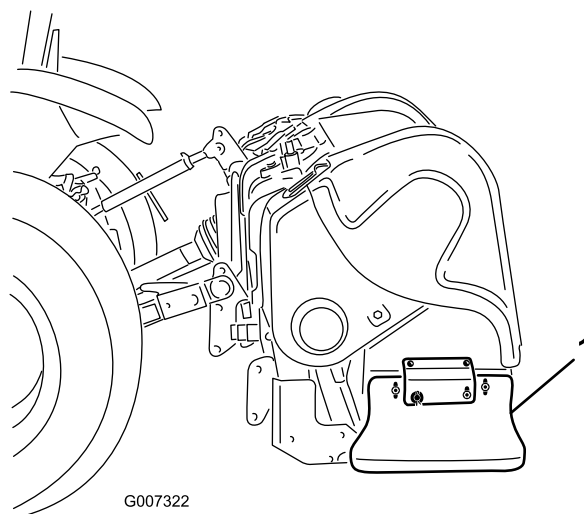

Рисунок 39
- Ослабьте болты и зажимные гайки крепления боковых щитков к раме (Рисунок 39).